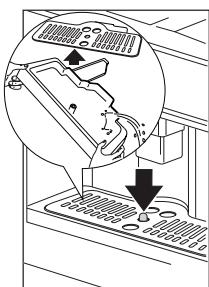

Fig. 35
**! IMPORTANT** Dacă tăvița de scurgere nu este golită, apa ar putea da pe din afară. Acest lucru poate deteriora aparatul. Tăvița de scurgere este prevăzută cu un indicator de nivel (roșu) care arată nivelul apei pe care o conține (Fig. 35). Înainte ca indicatorul să iasă în afară din tava pentru cești, tăvița de scurgere trebuie să fie golită și curățată.